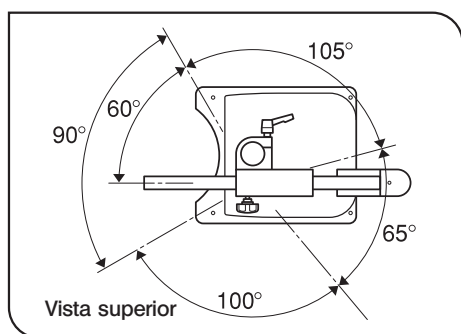

Fig. 12
3. La carga del soporte es limitada y su estabilidad varía dependiendo de la orientación del brazo horizontal. (Fig. 12)